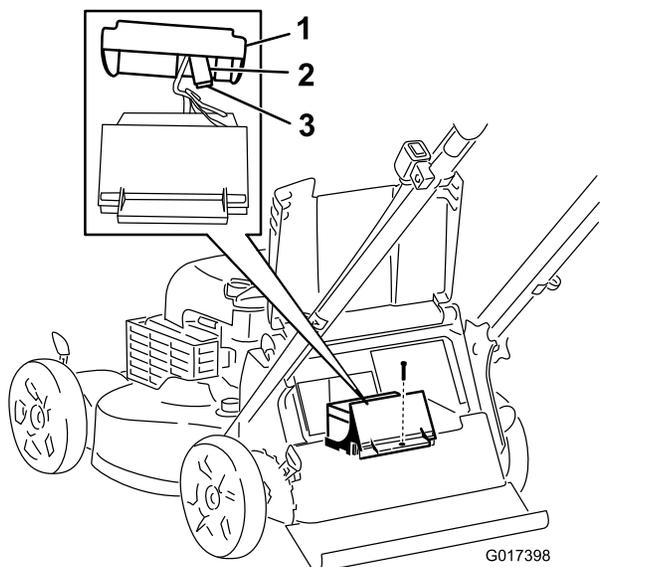

Figura 31
3. Rimuovete la vite di fissaggio del vano batteria, estraete la batteria e individuate il fusibile (Figura 31).
4. Sostituite il fusibile nel portafusibili (Figura 31).